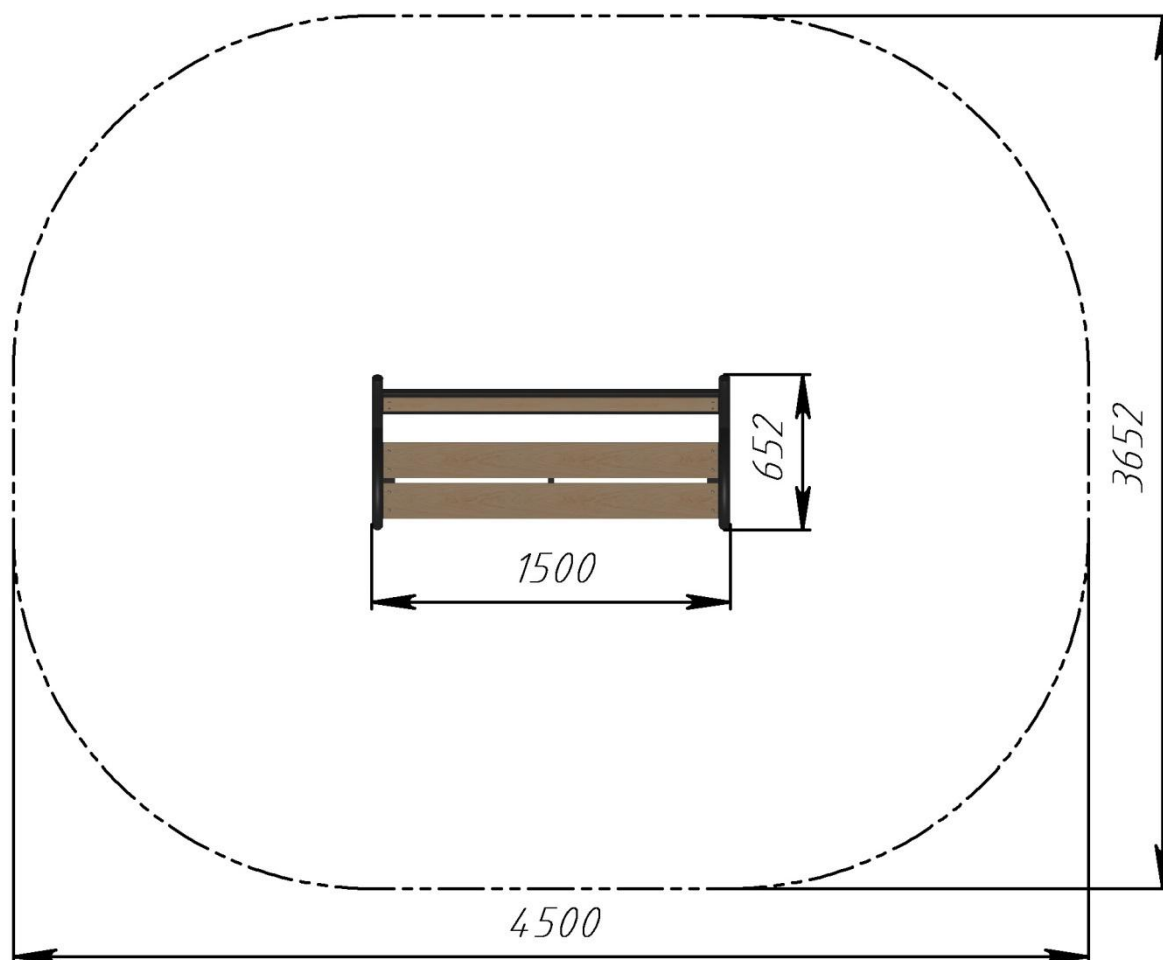

Fig. 2 – Zona sigură de acces pentru banca PTP 047
12.4. Montarea băncii se realizează pe o suprafață plană, liberă de plantații. Dimensiunea suprafeței trebuie să asigure o zonă de siguranță în jurul băncii, conform Fig. 2.